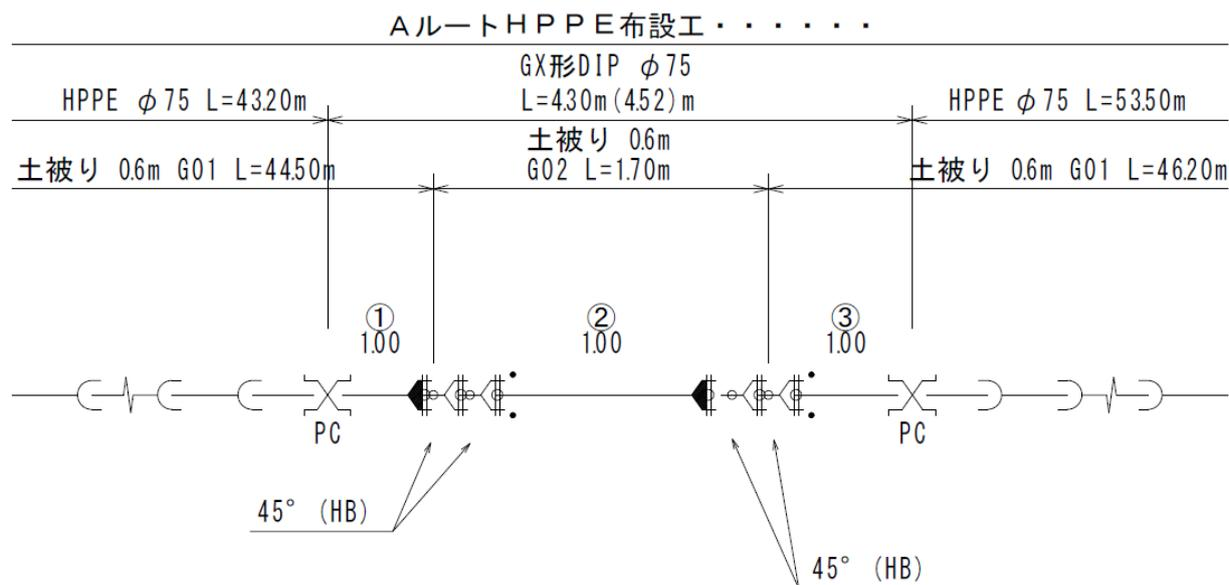

図7-5 寸法線等記入例
(5) 配管図
- オ ルート内で管種、口径、土被り等が変化する場合は、区分けをして区間延長をそれぞれ記入する。（図7-5参照）